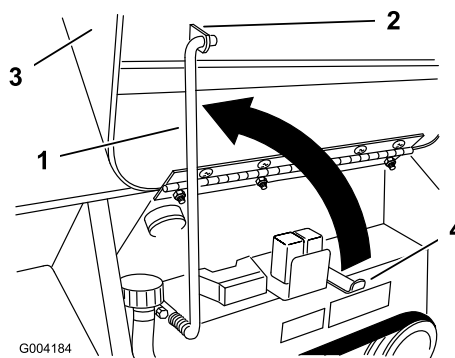

Figura 22
3. Sollevare l'asta di supporto e bloccarla nella staffa del cofano (Figura 22).